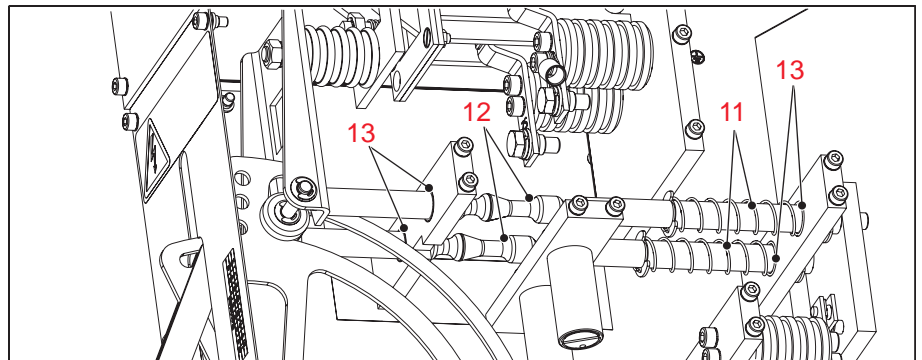

Bild 23
3. Antriebsfedern (11) auf Federbruch bzw. Ermüdung prüfen. Beschädigte Antriebsfedern austauschen, siehe **Bild 23**.
4. Antriebsachsen (12) auf Abrieb an den Laufflächen der Rastierung überprüfen. Beschädigte Antriebsachsen austauschen.
5. Trockenbuchsen (13) auf Leichtgängigkeit prüfen. Bei Schwergängigkeit die Trockenbuchsen austauschen.